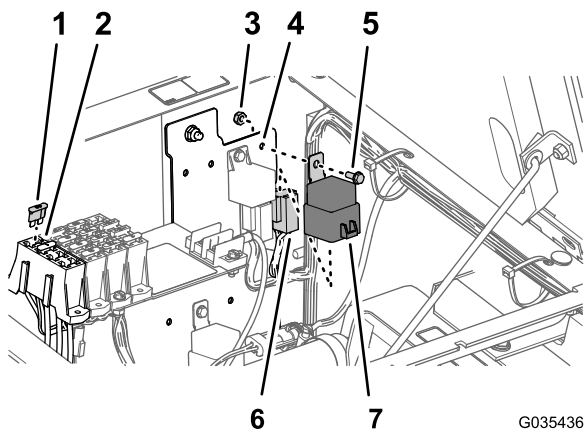

图28
3. 如图26、图27 或图28 所示，在保险丝盒的空槽中安上安保险丝 (40A)。
4. 找到和同一继电器款式相同的继电器和电源继电器，并用 2 个凸缘头螺栓 (#10-24 x 1/2 英寸) 和 2 个锁紧螺母 (#10-24) 将其安装到配电板上 (图26、图27 或图28)。
5. 如图26、图27 或图28 所示，找到主线束的 4 插槽接头和 5 插槽接头，将它们连接到继电器 (4 针) 和电源继电器 (5 针) 上。